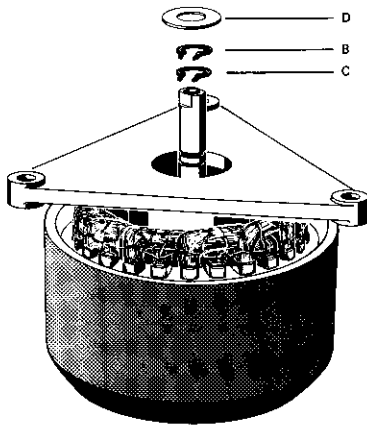

Fig. 4.6.—1
4.6. Wickelmotoren Lager auswechseln (Fig. 4.6. — 1)
4.6. Spooling Motors, Replacement of Bearing (Fig. 4.6. — 1)
4.6. Démontage des coussinets, moteurs de bobinage (Fig. 4.6. — 1)